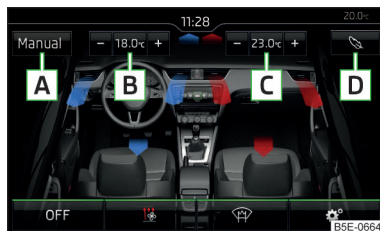
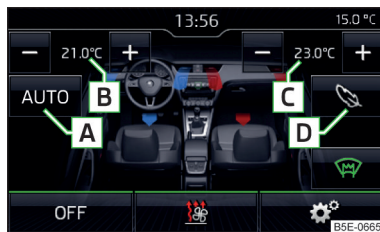

Fig. 130
Fig. 131
**Superficies funcionales y visualización de la pantalla » fig. 130 y/o » fig. 131**
El funcionamiento automático posee tres modos: débil, medio e intenso. El ajuste de cada modo de funcionamiento se realiza a través de la superficie funcional [D] » fig. 130 de la pág. 109 y/o » fig. 131 de la pág. 109.